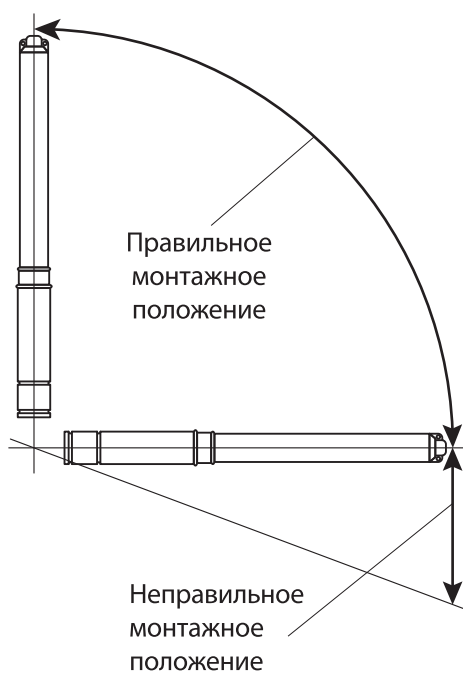

Рис.3. Монтажное положение.
- 4.6.5. Требования к монтажному положению насоса. Насос может устанавливаться как в вертикальном, так и в горизонтальном положении. Допустимое расположение насоса указано на рис. 3.